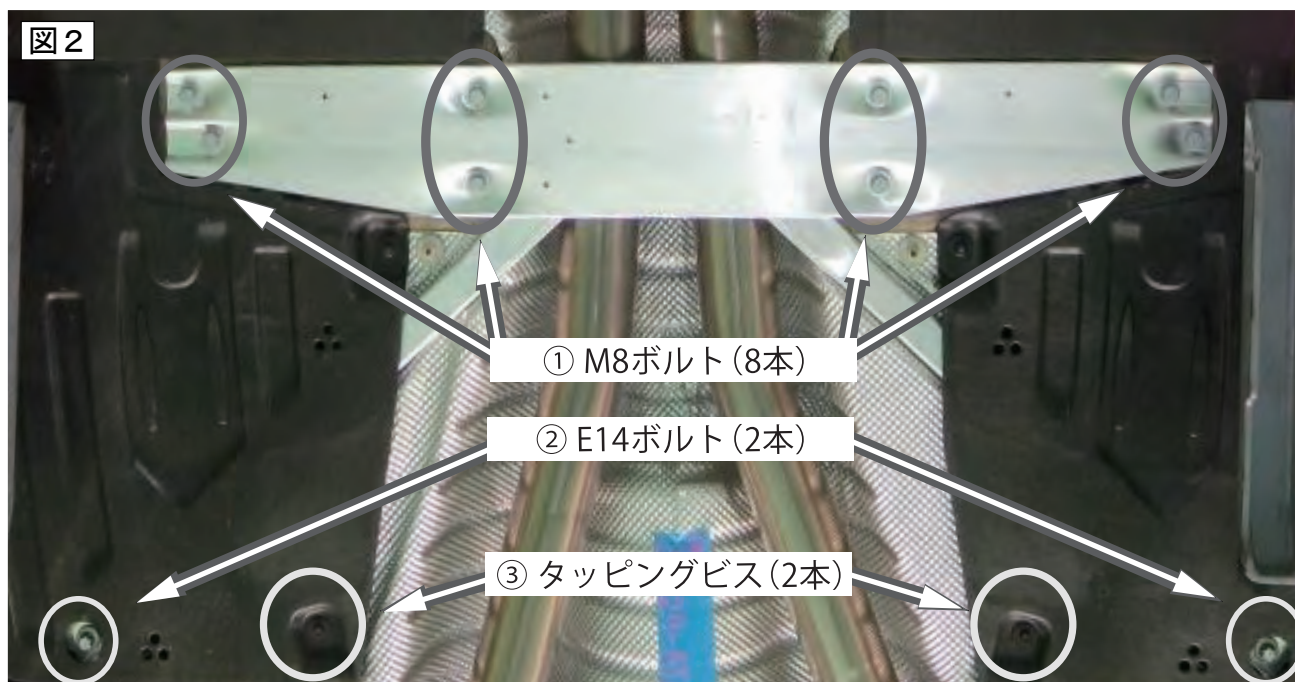

図2. 純正フロアパネルブレースの取付けボルト位置と種類
- (2) 純正フロアパネルブレースを車両に取付け、図2を参考にボルト類を指定トルクで締付けてください。